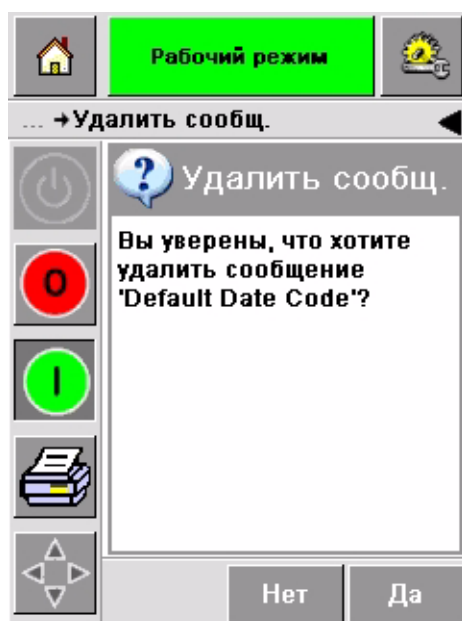

Рисунок 4-21: Страница подтверждения
- 6 Подтвердите удаление задания на печать (Рисунок 4-21 на странице 4-19).